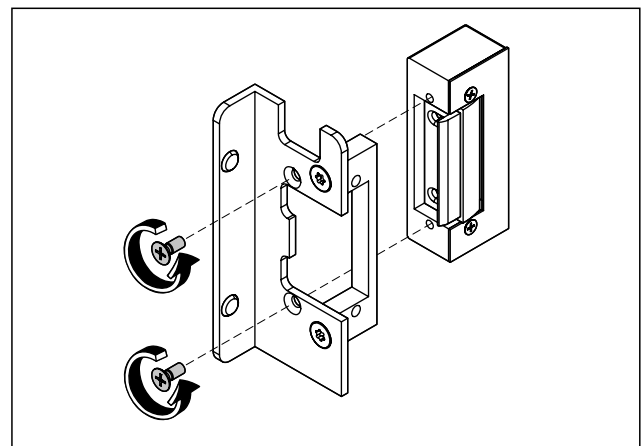

Abb. 47 Den E-Öffner demontieren
3. Die Schrauben rausdrehen und den E-Öffner demontieren (Abb. 47).